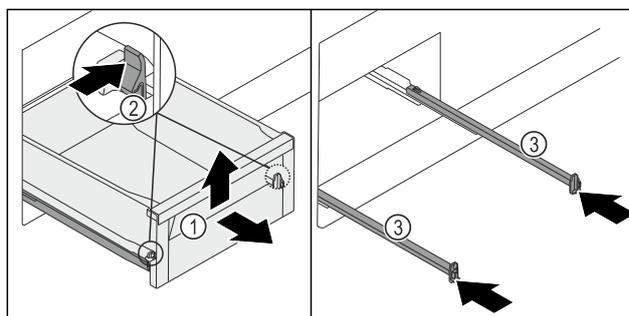

Fig. 125
- Sortir le tiroir Fig. 125 (1) jusqu'en butée.
- Appuyer simultanément sur les languettes Fig. 125 (2) situées à gauche et à droite.
- Le tiroir Fig. 125 (1) se détache des rails.
- Soulever l'avant du tiroir Fig. 125 (1).
- Retirer le tiroir Fig. 125 (1) par l'avant.
- Pousser les rails Fig. 125 (3).